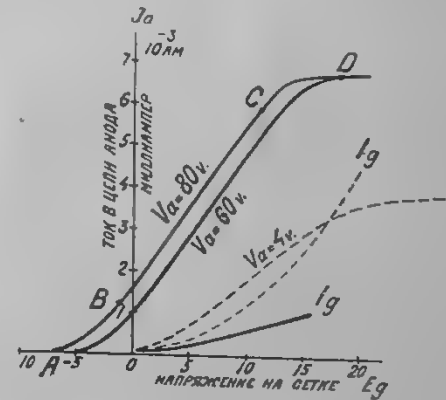

Рис. 4. Характеристики лампы „Р 54“.
1) Крутизна характеристики в данном случае определяется углом наклона кривой к горизонту в данной точке. Крутизна, например, кривой 1 на рис. 4, равна 1/10.
На рис. 4 изображена характеристика наиболее распространенной у нас лампы Треста Слабых Токов тип „Р5“. По оси абсцисс здесь нанесены значения напряжений на сетке  $E_g$  в вольтах, при чем влево от нуля отложены отрицательные значения, вправо — положительные; по оси ординат — ток в цепи
анода  $I_a$  в миллиамперах (в тысячных долях ампера), а также ток в цепи сетки  $I_g$  и соответственно этому нанесены две кривые, дающие зависимость  $I_a$  от  $E_g$  и  $I_g$  от  $E_g$ . Характеристика снята при напряжении анода 80 вольт и токе накала 0,65 ампер; при меньших напряжениях на аноде характеристика сдвинется вправо и займет положение, как это показано на рис. 4, для  $V_a = 60$  вольт и  $V_a = 4$  вольт.